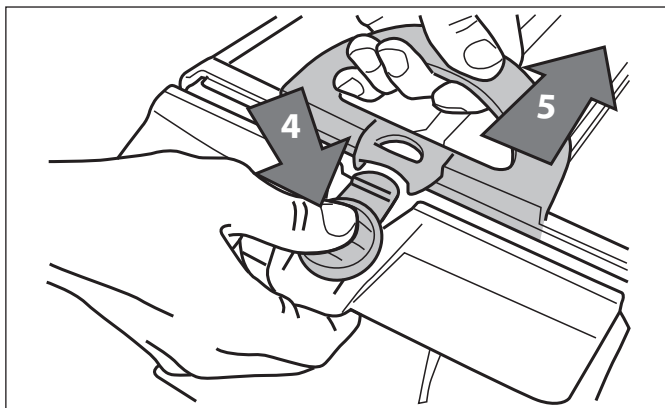

Figura 21. Abra el conjunto del cartucho del filtro
5. Presione el botón de liberación rápida en el conjunto del cartucho (4) y tire para abrir (Figura 21).